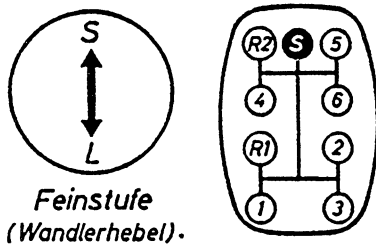

Abb. 7a
1., 2., 3. und R1-Gang (Abb. 7a, rechts)
Doppel-H-Schaltung: Zum Schalten der Gänge 1–3 und 4–6 Schaltbild (Abb. 7a, rechts) korrekt ausfahren, d. h., Gangschalthebel jeweils bis zum seitlichen Anschlag bewegen.